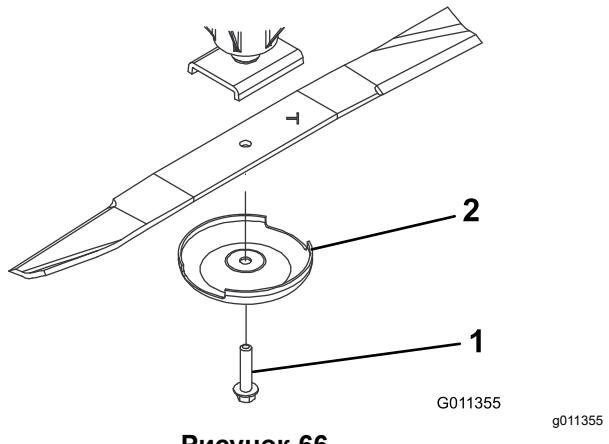

Рисунок 66
3. Снимите болт ножа, защитный колпак и нож с вала шпинделя (Рисунок 66).